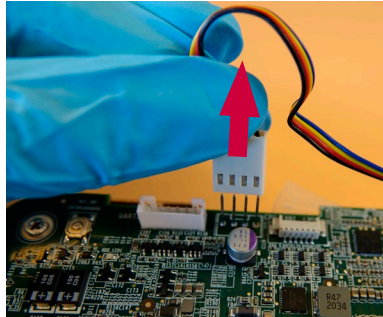

图 23 断开风扇电缆
a) 断开风扇接头(图 23)
g) 连接风扇电缆(见图 12 和图 23)